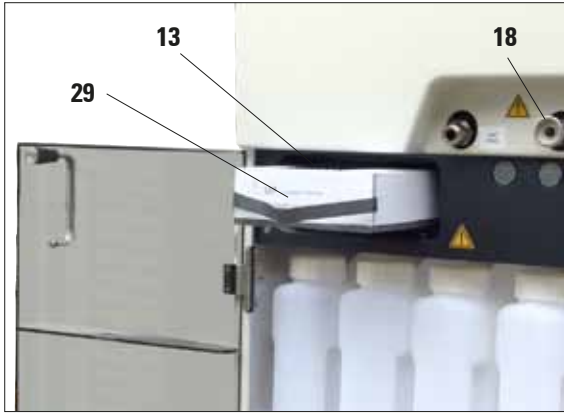

Fig. 5
- Desembalar el filtro de carbón activo (13) y colocarlo en su sitio (ver Fig. 5).
Al insertarlo en el orificio de conexión (Fig. 5/6, 18), la pieza de conexión (28) del tubo tiene que encajar con un clic que se oiga claramente.